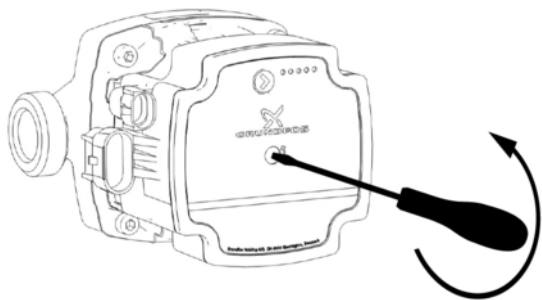

Abb. 116: Umwälzpumpe deblockieren
2. Durch mehrmaliges drehen die Blockierung lösen (siehe Abbildung 116).